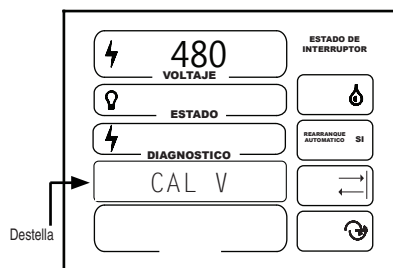

Figura 40-1
1. CALIBRACIÓN DE VOLTAJE debe estar destellando. Vea la Figura 40-1.